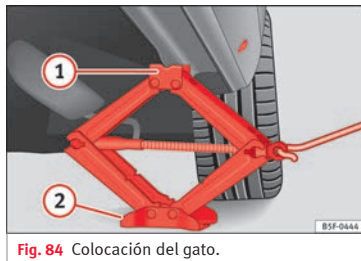

Fig. 84 Colocación del gato.
• Gire la manivela del gato*, situado bajo el punto de apoyo del larguero, para elevarlo hasta que la pestaña ① » fig. 84 quede situada bajo el alojamiento previsto.
• Alinee el gato* de modo que la pestaña ① “agarre” en el alojamiento previsto del larguero y la placa base móvil ② quede apoyada en el suelo. La placa base ② debe caer en la vertical respecto al punto de apoyo ①.